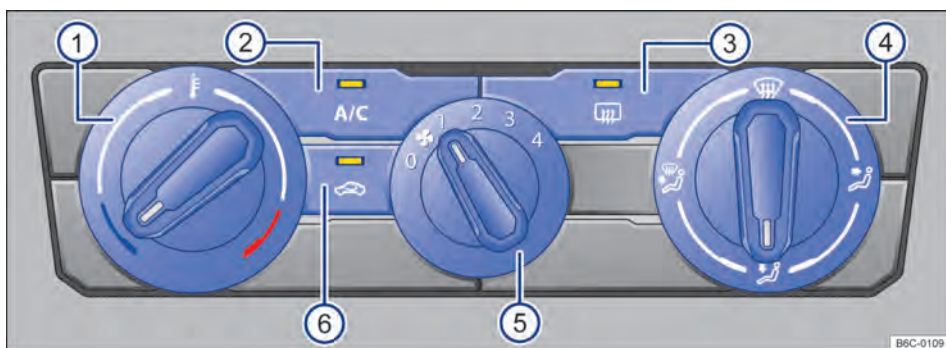

Fig. 82 Comandos do ar-condicionado.
- Girar o regulador do ventilador para o nível 0 → Fig. 82 (5).
- Pressionar o botão → Fig. 82 (2) para ligar e desligar o funcionamento da refrigeração.
- Girar o regulador rotativo esquerdo → Fig. 82 (1).
- Girar o regulador do ventilador → Fig. 82 (5).
- Pressionar o botão → Fig. 82 (6).
- Girar o regulador da direita → Fig. 82 (4) para posição desejada.
- Girar o regulador direito para a posição  → Fig. 82 (4).
- Pressionar o botão  → Fig. 82 (3).